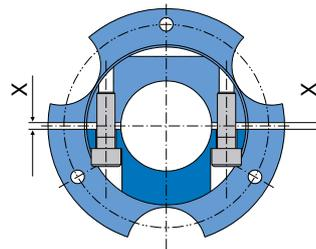

Bild 117
- Spannschrauben kreuzweise und in mehreren Durchgängen anziehen. Hierbei auf gleichen Spalt „X“ auf beiden Seiten der Nabe beachten (Bild 117).